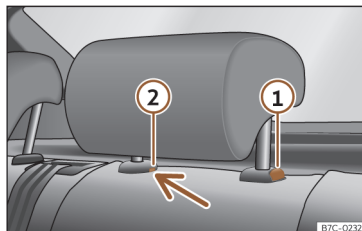

Fig. 109 Encosto de cabeça traseiro: desmontagem.
- Pressione o botão » » Fig. 109 ① , pressionando ao mesmo tempo através do orifício da trava de segurança ② com uma chave de fendas plana com um máximo de 5 mm de largura e retire o encosto de cabeça.